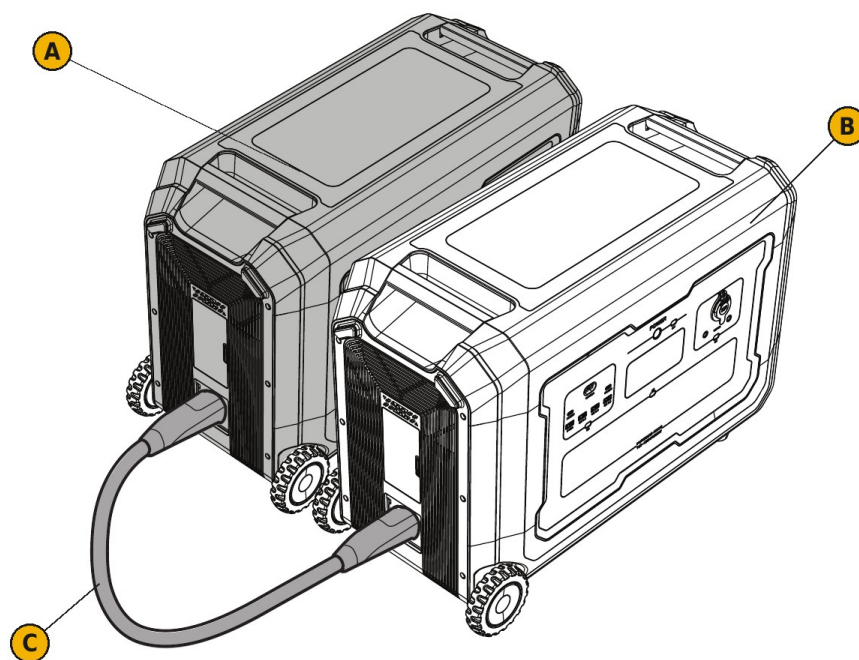

FIG. 4 — Bateria (A) conectada à estação (B) através do cabo de bateria (C)
- 2) Conecte uma extremidade do cabo de bateria à porta de conexão da bateria e a outra extremidade à porta de bateria adicional da estação, até que ambos os conectores fiquem completamente inseridos (FIG. 4).